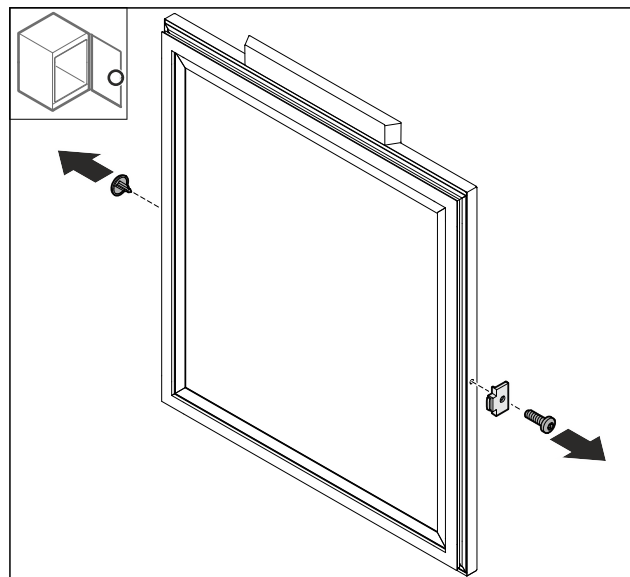

Fig. 48
- ▶ Снимите крышку Fig. 48 (1).
- ▶ Демонтируйте ограничитель хода двери Fig. 48 (2).